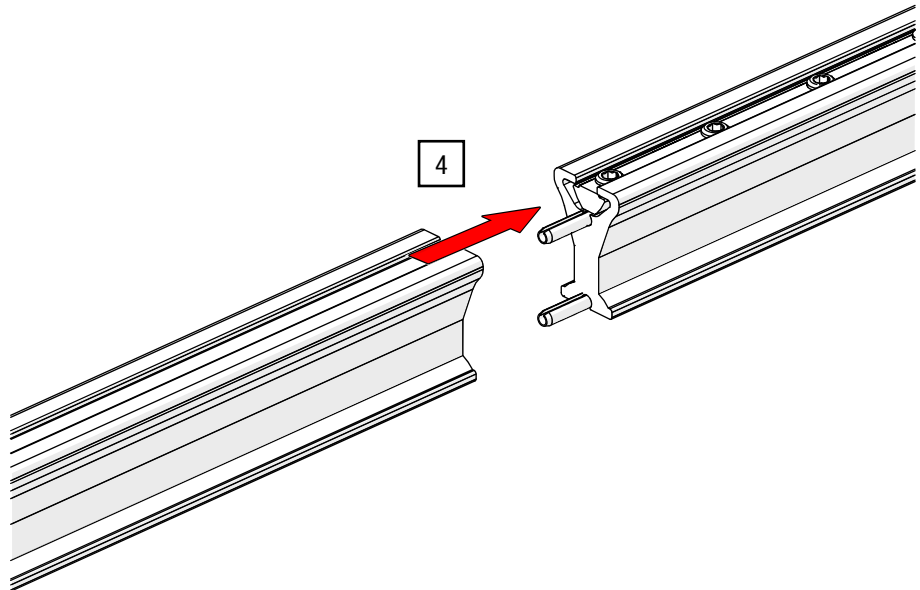

Abb. 28: Schienenverbinder – Schienenteile zusammenstecken
4. Stecken Sie das zweite Schienenteil auf die Verbindungsstifte und positionieren Sie es bündig mit dem ersten Schienenteil (siehe Abb. 28).